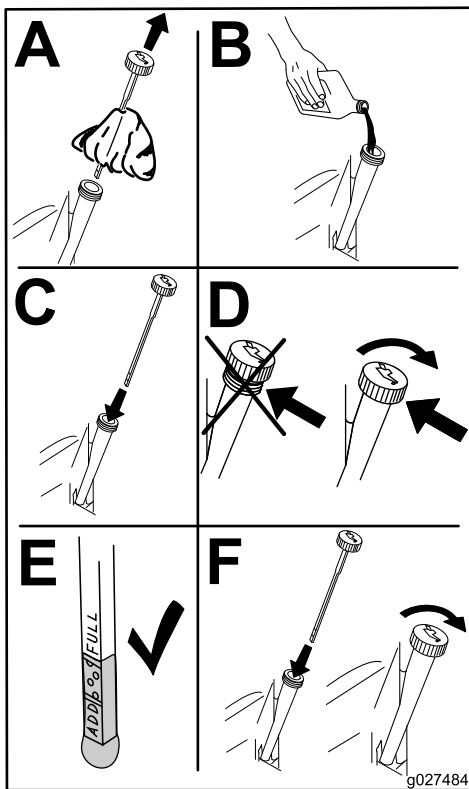

Figura 24
4. Vierta lentamente aproximadamente el 80% de la cantidad especificada de aceite por el orificio de llenado (Figura 24).
5. Espere 3 – 5 minutos para que el aceite se asiente y, a continuación, compruebe el nivel de aceite (Figura 24).